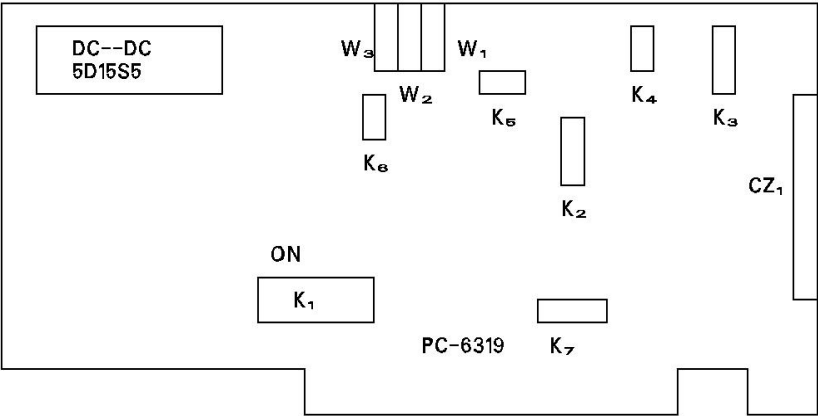

图 2 主要可调整元件位置图
主要可调整元件位置见图 2
5.1 主要可调整元件位置见图 2